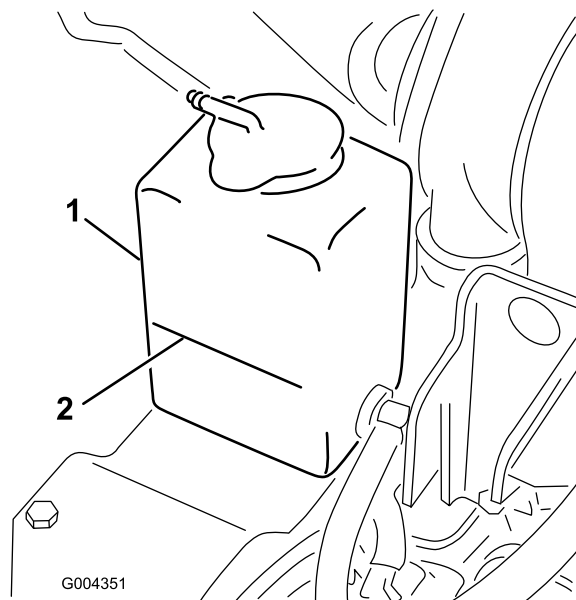

Figura 19
1. Controllare il livello del refrigerante nel serbatoio di espansione (Figura 19).